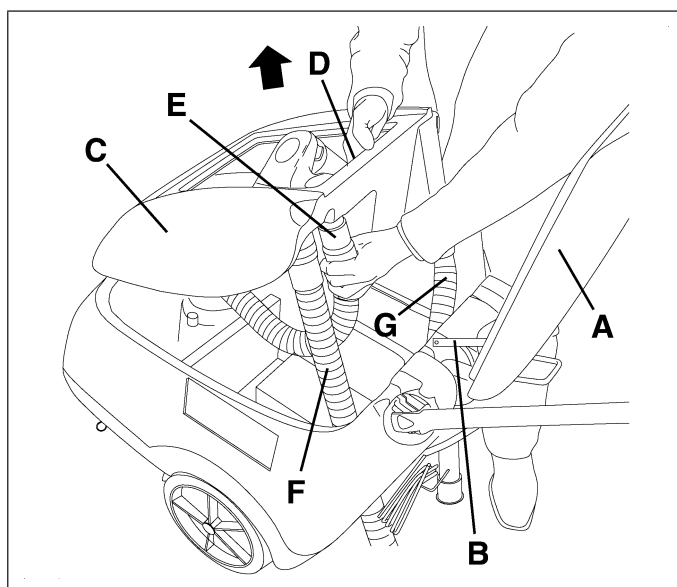

Figure 9
7. Ouvrir le couvercle (A, Fig. 9) et insérer le support (B) du couvercle.
8. Saisir le réservoir de l'eau de récupération (C, Fig. 9) dans la zone (D) et le soulever légèrement, comme indiqué dans la figure ; déconnecter le tuyau d'aspiration (E) du réservoir, puis déposer le réservoir (C) avec les tuyaux (F) et (G).
10. Reposer le réservoir (C, Fig. 9) en exécutant les points de 5 à 9 dans l'ordre inverse.